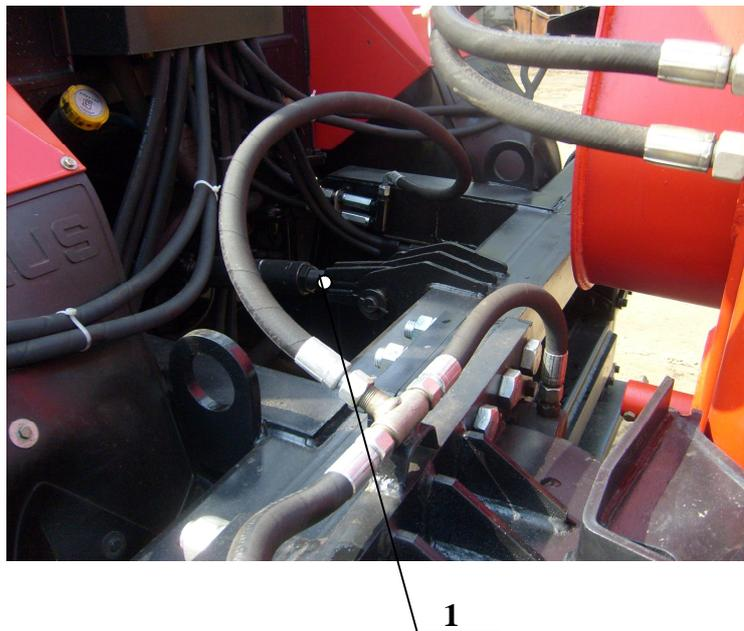

Рис.5. Разгружающий талреп рамы.
2.6.2.14 При работе экскаваторным оборудованием ежедневно производить проверку натяжения Разгружающего талрепа рамы (рис.5, поз.1).